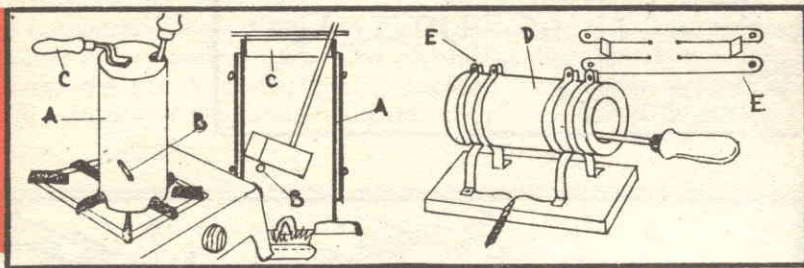

Fig. 8
re medio ribattendo una sua estremità. I tagli (J) saranno ripiegati orizzontalmente e serviranno di appoggio ad una griglia circolare (H). Questa può venire ritagliata a strisce da un pezzo di metallo e disposta a piccole maglie. Una di queste aperture servirà ad introdurre l'estremità di un soffietto a mano o di un sistema di soffiatura qualunque. Il rendimento di questa marmitta verrà accresciuto se la completerete con un coperchio in lamiera la cui circonferenza sarà provvista di alcuni intagli per il passaggio dei manici del ferro. Lo stesso principio può essere adattato ad un fornello a gas di cucina (fig. 8). Anche qui la marmitta è composta da un cilindro verticale in lamiera, le cui dimensioni corrispondono al ferro utilizzato. Ad un quarto dell'altezza verrà forato da una barra metallica orizzontale (B) che servirà d'appoggio alla penna del ferro. La superficie esterna del cilindro sarà isolata in amianto il quale sarà avvolto in qualche spira di rame (A). Infine, un coperchio con manico isolante verrà tagliato per permettere il passaggio della barra (C). In questo modo si assicurerà la stabi-
Per chi non dispone né di gas di città, né di gas butano, diamo alla fig. 8 la descrizione di un piccolo fornello elettrico per il riscaldamento dei ferri comuni. Anzitutto determinate la lunghezza del filo di resistenza corrispondente, per il voltaggio impiegato, ed una potenza compresa tra 400 e 700 W. Costruite a parte un cilindro in lamiera con un solo fondo del diametro di 8 cm. e di 15 cm.